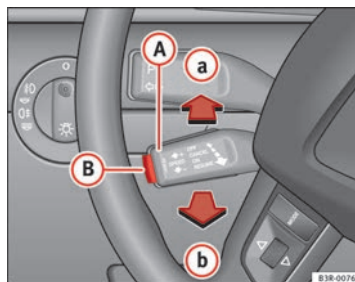

Abb. 141 Bedienungselemente der Geschwindigkeitsregelanlage
- drücken Sie den Hebel **(A)**  $\Rightarrow$  Abb. 141 bis auf die Position **(a)** (nicht gerastet).